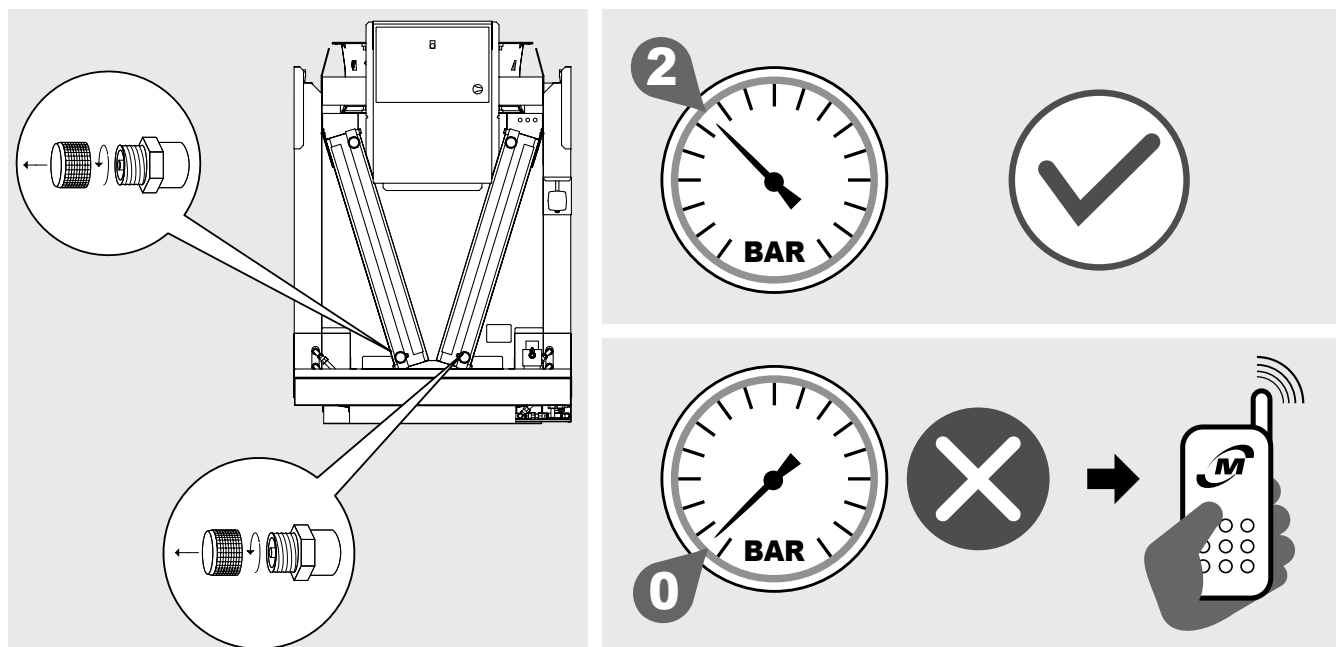

Figura 4
- 4.2 Gli scambiatori dei gas cooler AVS e condensatori AVK vengono forniti con una precarica di aria secca a 2 bar e dispongono di attacchi di carica da 1/4" SAE. Verificare la presenza di pressione, in assenza di pressione contattare immediatamente Modine e segnalare il problema sul documento di trasporto. La mancanza di pressione indica una perdita dovuta ad un danno subito durante il trasporto. V. Figura 4.